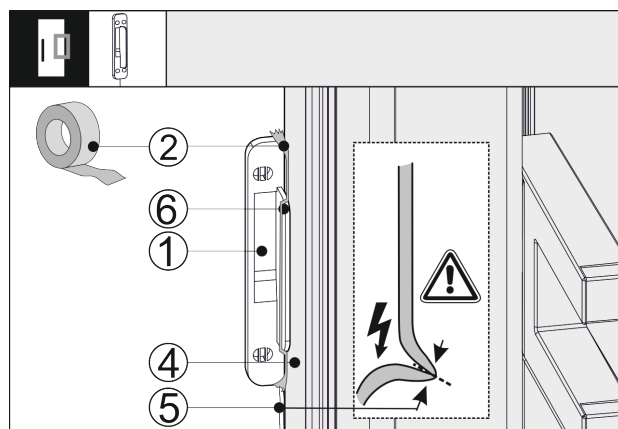

Fig. 42
- Applicare lateralmente il sensore di battuto in testa Fig. 42 (1) sulla porta del dispositivo Fig. 42 (4), in modo che la battuta di arresto Fig. 42 (6) appoggio sulla porta del dispositivo Fig. 42 (4). Il cavo del sensore Fig. 42 (5) è leggermente teso e appoggia anche sulla porta del dispositivo Fig. 42 (4).
- Fissare il sensore di battuto in testa Fig. 42 (1) con nastro adesivo Fig. 42 (2). Il sensore di battuto in testa si avvita dunque alla parte frontale del mobile.